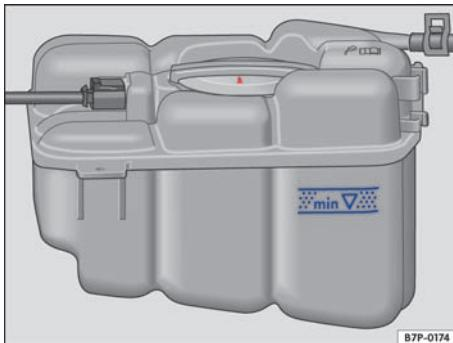

图 235 发动机舱内：发动机冷却液补偿罐上的标记
- 在发动机处于冷态时通过补偿罐的侧面标记检查发动机冷却液液位 → 图 235。
- 只可添加符合大众汽车规格（→ 第 288 页）的新发动机冷却液 → ①。
- 发动机冷却液液位必须在补偿罐的标记范围内 → 图 235。不得添加超过标记区域的上边缘 → ①！
⇒ 图 235。否则多余的发动机冷却液在受热时会被从发动机冷却系统中挤出，并可能导致损坏。